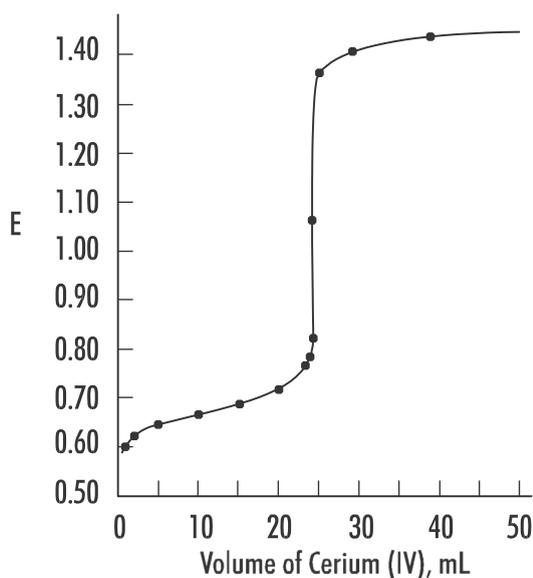

Figura 8: Titulación Redox
Hay una serie de reacciones de oxidación-reducción que se pueden utilizar para determinar la concentración desconocida mediante titulación. Si la reacción se completa, es rápida y tiene una señal analítica disponible para seguirla, se puede realizar una titulación. El término “rápido” significa que cada adición de titulante reacciona completamente y el electrodo sensor es capaz de detectar el cambio en la solución en menos de un segundo. La **Figura 8**, titulación Redox, muestra un ejemplo de titulación redox utilizando cerio (IV) como titulador.